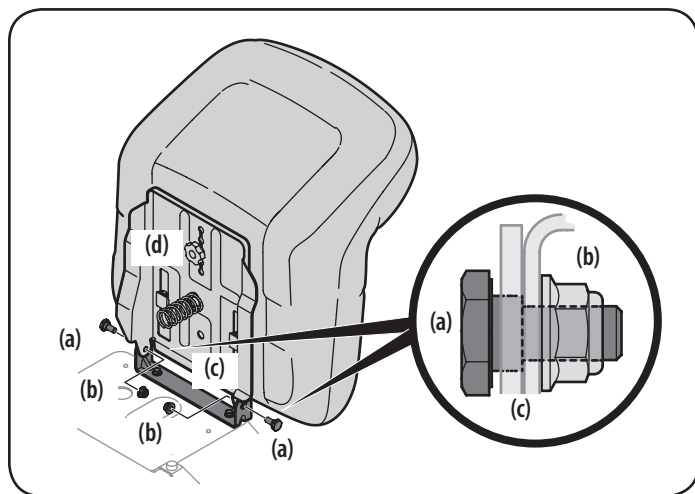

Figura 7
5. Ubique el conjunto del asiento sobre el soporte de montaje del asiento, alineando los orificios suministrados. Vea la Figura 7.
6. Instale los dos pernos con reborde (a) y las tuercas de seguridad (b) que extrajo del soporte de montaje (c) del asiento en el Paso 1. Consulte la Figura 7.
7. Para ajustar la posición del asiento, afloje la perilla de ajuste (d) que están ubicadas en la parte inferior del asiento. Deslice el asiento hacia adelante o hacia atrás, según lo desee. Vuelva a ajustar la perilla de ajuste (d). Consulte la Figura 7.